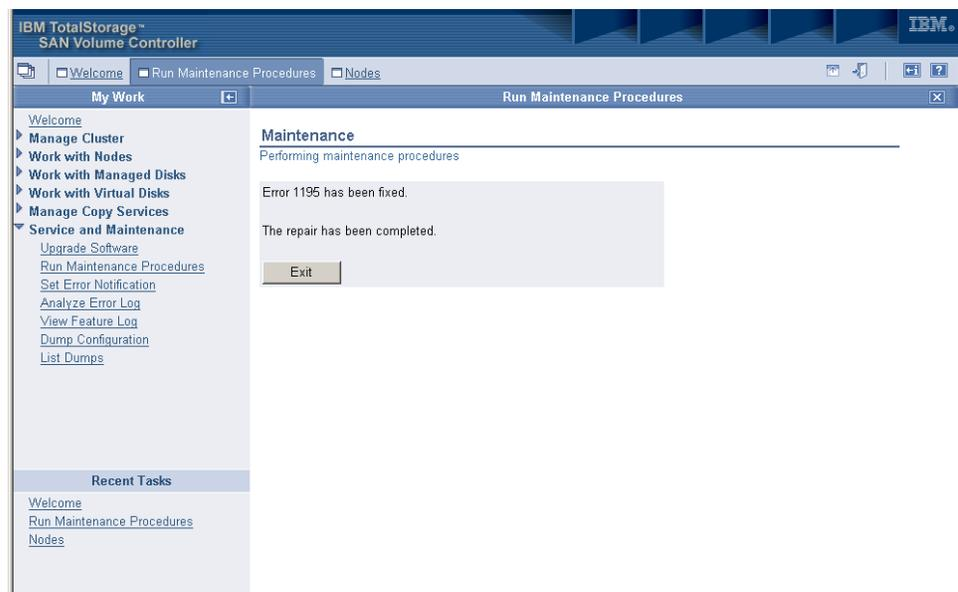

図 54. 修復の完了時に表示される内容の例
- 「OK」をクリックして、エラー・ログでエラーに修正済みのマークを付け、このエラーのインスタンスがもう一度リストされないようにします。こうすると図 54 に見られるようなメッセージが表示されて、修復が完了したことを示します。